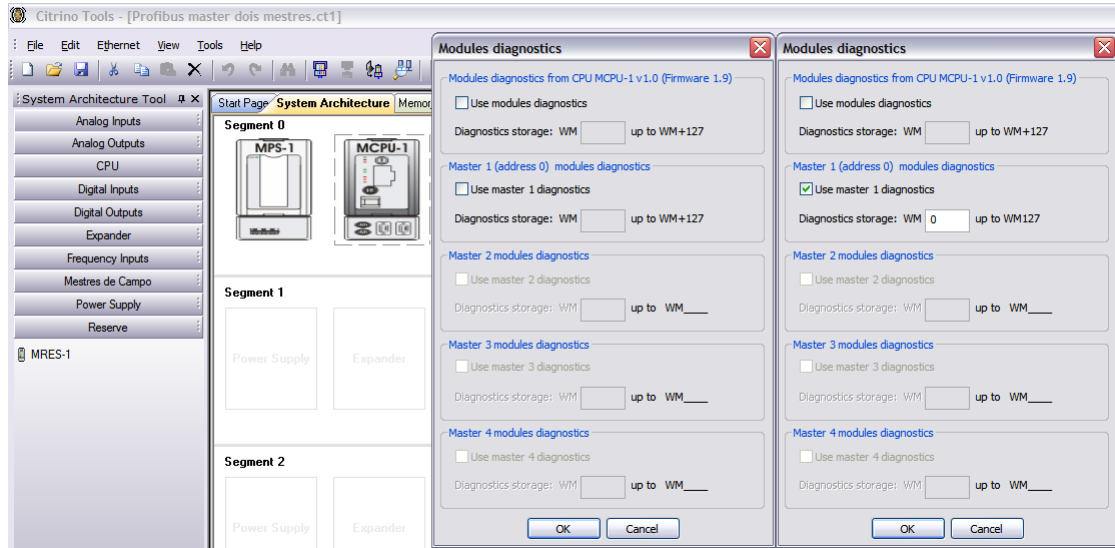

Figura 4.3.2 – Escolhendo o WM para diagnósticos e alarmes
- 2) Aparecerá um diálogo chamado Diagnóstico dos Módulos (*Modules Diagnostics*) (Figura 4.3.2). Neste diálogo, observe o item Diagnóstico dos módulos do mestre 1 (endereço 0) (*Master 1 (address 0) modules diagnostics*). Habilite a caixa Usar diagnóstico do Mestre 1 (*Use master 1 diagnostics*). Observe que em Armazenamento dos diagnósticos (*Diagnostics Storage*) é habilitado o local para colocar o valor na variável WM. No exemplo foi colocado o valor 0. Note que automaticamente o Software CitrinoTools já reserva os próximos 128 WMs para diagnósticos. Apesar de o módulo MFI-PBM atualmente só utilizar 24